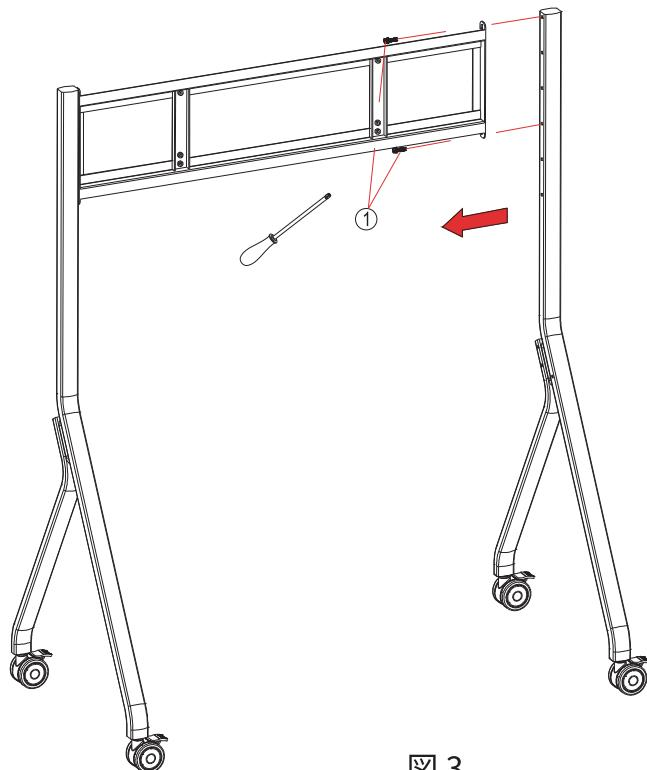

図3
Step 3: センターフレームにもう一方の脚を取り付けます。(図3)